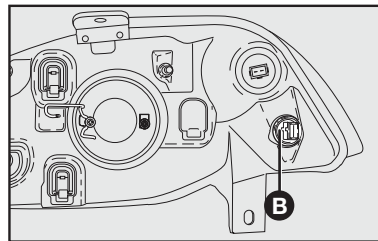

fig. 25
- 1) Retirar o porta-lâmpada **B**—**fig. 25** girando-o no sentido anti-horário.